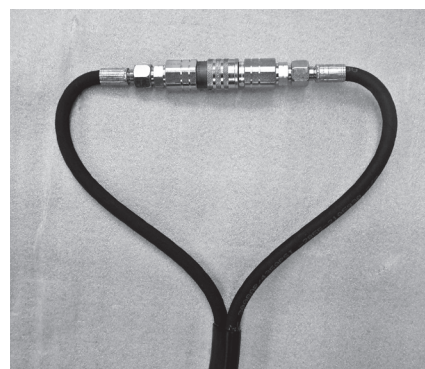

Fig. C6.02
1. Lavare i tubi flessibili utilizzando collegamenti di cortocircuito. (Fig. C6.02)
3. Scollegare nuovamente il cilindro e i tubi di lavaggio utilizzando ancora una volta i collegamenti di cortocircuito. (Fig. C6.02)